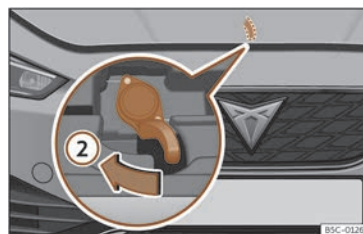

Fig. 218 Palanca sota el capó.
- Per aixecar el capó, feu pressió cap a l'esquerra amb el palmell de la mà mirant cap avall a la palanca situada sota el capó, al centre»» **fig. 218 ②**. Els ganxos de subjecció queden desbloquejats.